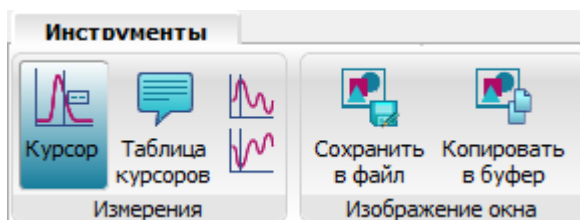

Рис. 235
18.13.1.2. Команды меню «Инструменты» предназначены для сохранения изображения окна визуализации, вывода значений функций и нахождения минимальных и максимальных значений графиков (рис. 235).